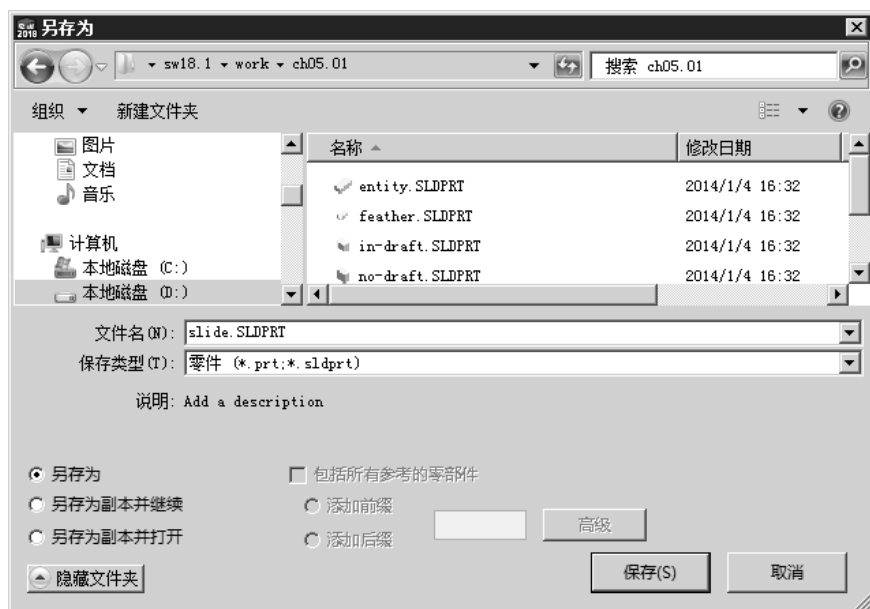

图 5.1.31 “另存为”对话框
Step1. 选择下拉菜单 **文件(F)** → **保存(S)** 命令（或单击“标准”工具栏中的 **保存(S)** 按钮），系统弹出如图 5.1.31 所示的“另存为”对话框。